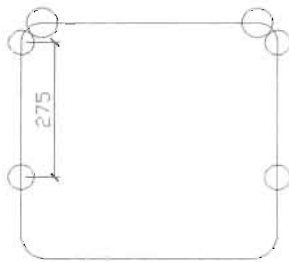

图 4-79
(4) 先选中直径为 50 的圆, 然后单击“修改”工具栏中的“复制”按钮, 将其向下复制出一个, 复制距离为 275, 然后将这 3 个圆复制到右边, 如图 4-79 所示。